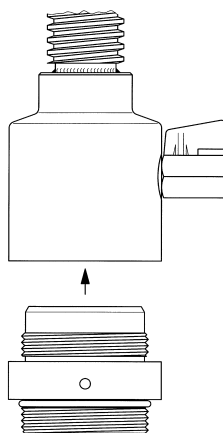

Figura 6
- Roscar el adaptador de la tajadera a la campana de la máquina. Ver *Figura 6*.